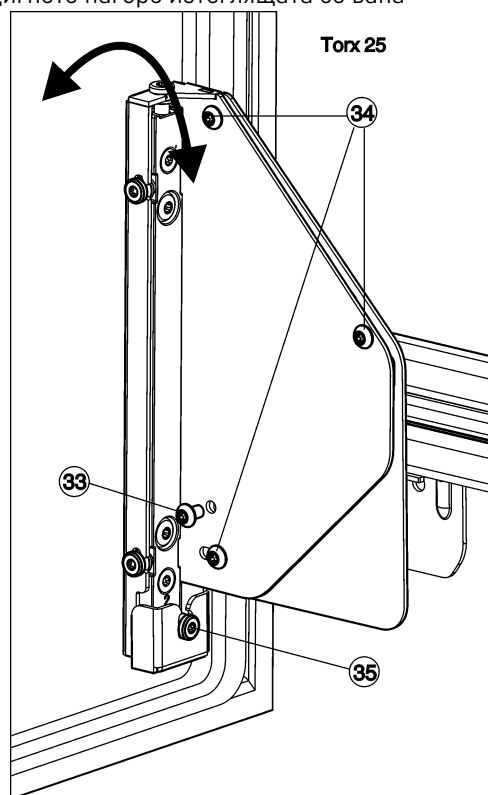

Fig. 26
- Извадете изцяло винта Fig. 26 (33).
- ▷ Изхвърлете винта Fig. 26 (33), той вече няма да е необходим.
- Само развийте винтовете Fig. 26 (34) с 1 до 2 оборота.
- ▶ Завъртете регулиращия винт *Fig. 26 (35)*. В посока на часовниковата стрелка: вратата се накланя горе от корпуса на уреда навън. В посока, обратна на часовниковата стрелка: вратата се накланя горе към корпуса на уреда и долу от корпуса на уреда навън.
- ▶ След завършване на регулирането на наклона затегнете отново всички винтове *Fig. 26 (34)*.